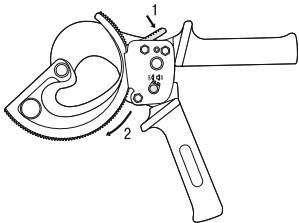

Рисунок 10
- нажмите до упора фиксатор и удерживайте его (рисунок 10, позиция 1);